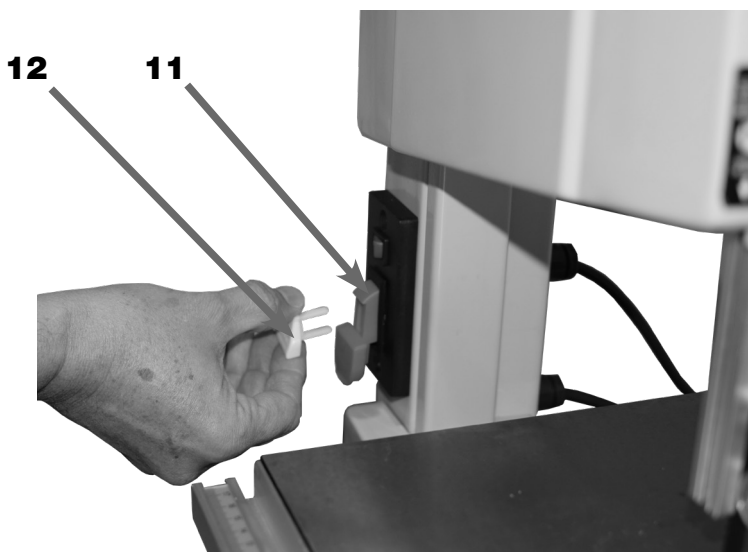
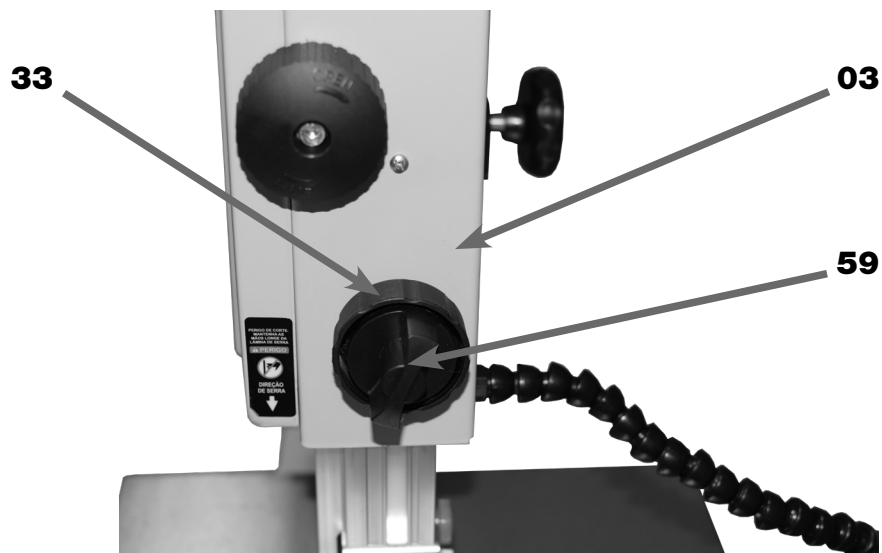

FIGURA 16 – Remoção da Palheta de Segurança
FIGURA 27 – Manípulo Trava
1. DESCONECTAR o Plugue de Alimentação (31) da Rede Elétrica do usuário;
2. REMOVER a Palheta de Segurança (12) da Chave LIGA/DESLIGA (11), conforme figura 16;
3. REMOVER a Guia Linear (39), se estiver instalada;
4. REMOVER a Barra da Escala da Guia Linear (50);
5. POSICIONAR a Guia Superior (14) 20 mm acima da Mesa de Corte (15) pelo Volante de Ajuste da Altura da Guia Superior (33);
6. TRAVAR pelo Manípulo Trava (59) essa posição da Guia Superior (14) (figura 27);
5. VERIFICAR se a Lâmina de Serra de Fita (02) está tensionada com a Alavanca Tensionadora (24) na ESQUERDA;
6. POSICIONAR a Guia Superior (14) 50 mm acima da Mesa de Corte (15) pelo Volante de Ajuste da Altura da Guia Superior (33);
7. TRAVAR pelo Manípulo Trava (59) essa posição da Guia Superior (14) (figura 27);